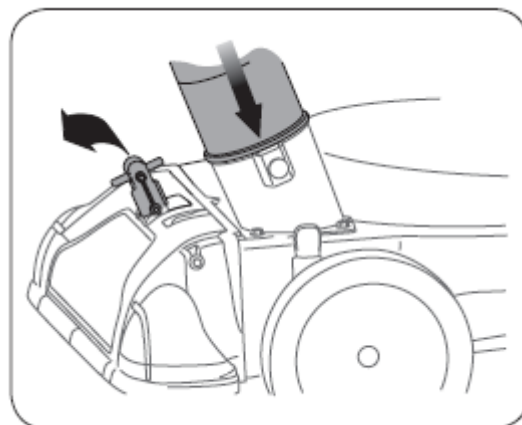

Figure 15
1. 1. Установите рычаг насадки/шланга пылесоса в нижнее положение. См. рисунок 15.